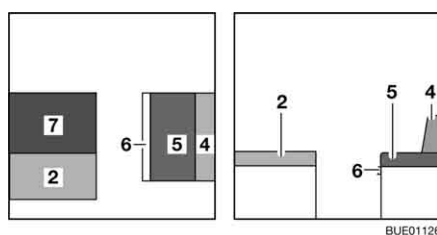

Fig. 121 Durante la trasformazione
- Posizionare il cuscino aggiuntivo (Fig. 121,7) sul tavolo.